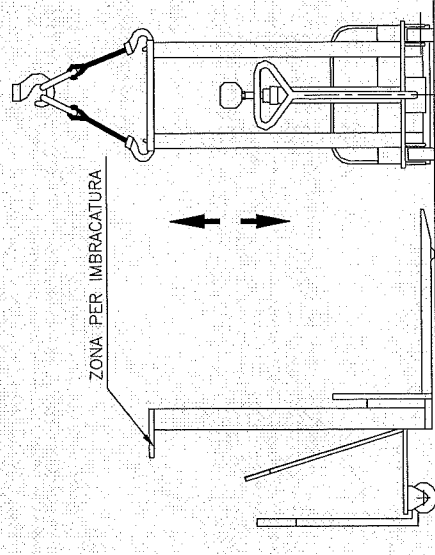

Fig.3.1 Punti di sollevamento della macchina
- Procedere imbracando la macchina negli appositi fori previsti nella parte superiore del montante come in Fig.3.1 *punti di sollevamento della macchina*.